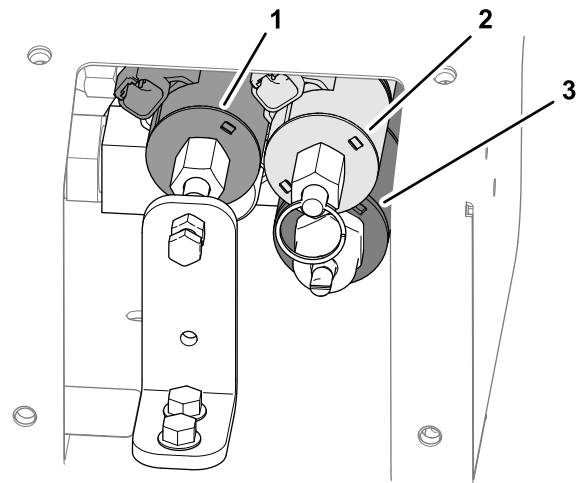

Bild 28
3. Suchen Sie die drei Steuerventile (Bild 28).